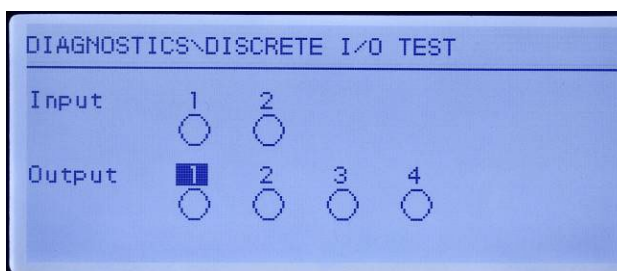

Figure 5-7 : Écran de test des E/S discrètes
2. Appuyez sur ENTRÉE pour passer à l'écran de diagnostic. Lorsque vous regardez l'écran de test, l'état de l'entrée est affiché en haut et celui de la sortie en bas de l'écran (Figure 5-7). La surbrillance se porte sur la première sortie n° 1.